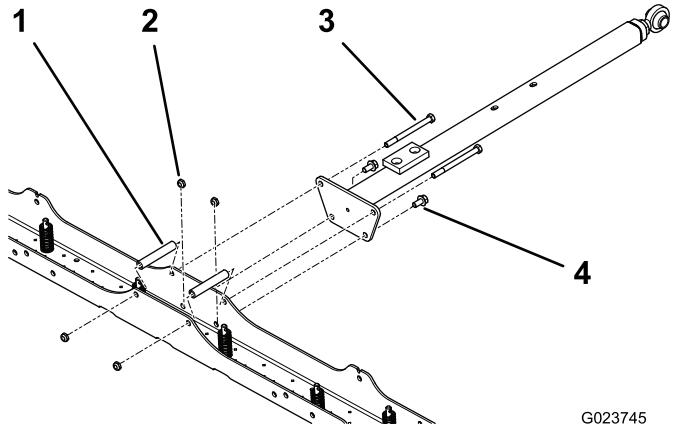

Figura 4
1. Alinee 2 espaciadores largos con los taladros superiores de la placa inferior, y utilice 2 contratuerca (3/8 pulgada) y 2 pernos (3/8 x 4-1/2") para sujetar la barra de tracción a la placa inferior (Figura 4).